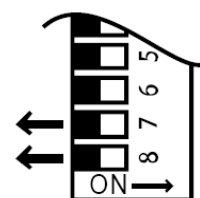

Fig. 7
15. **IMPORTANTE:** Vuelva a colocar los microinterruptores N.7 y N.8 en "OFF" para volver a un régimen de funcionamiento normal (Fig.7).